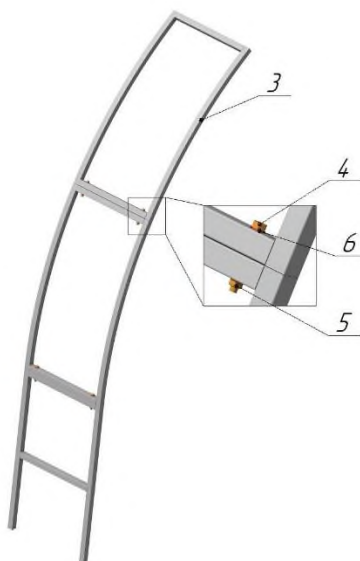

Рисунок 2
3. Устанавливать последовательно Дуги **Поз.3** на уже имеющуюся конструкцию. (Рис. 2)
4. Зафиксировать их между собой с помощью болтов **Поз.4**, шайб **Поз.6** и гаек **Поз.5**. (Рис. 2)